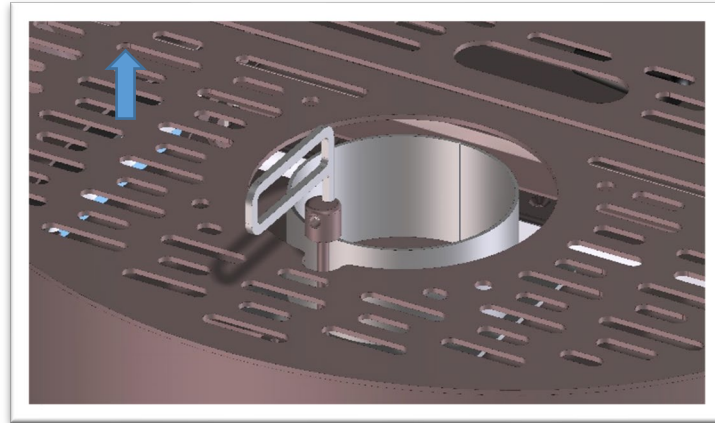

Fig. 17
2. Soulevez la tirette d'allumage à l'aide de l'accessoire fourni avec le poêle (Fig. 17)